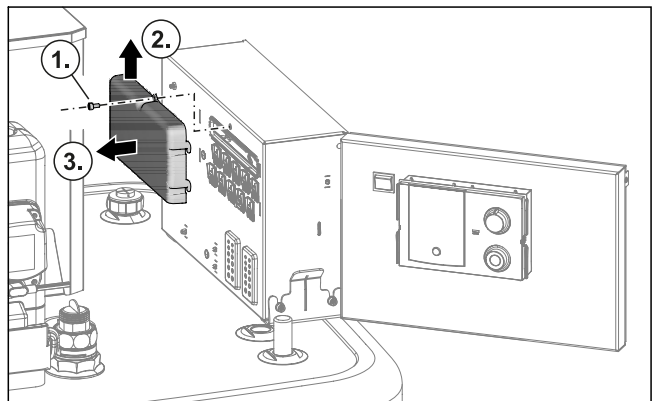

Bild 4-29 Kabelabdeckung abnehmen
- 6 Kabelabdeckung von Rückseite des Regelungsgehäuses abbauen (Bild 4-29).